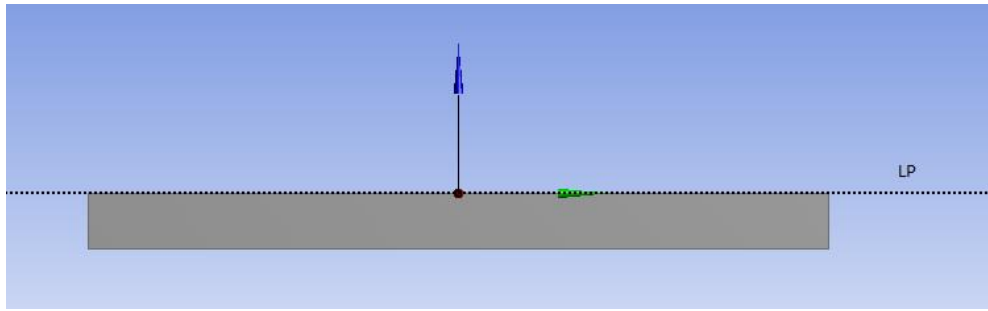

Figura 2.- Línea de partición.
- El moldeo es horizontal y la pieza se colocará con respecto a la línea de partición como se muestra en la **Figura 2**.